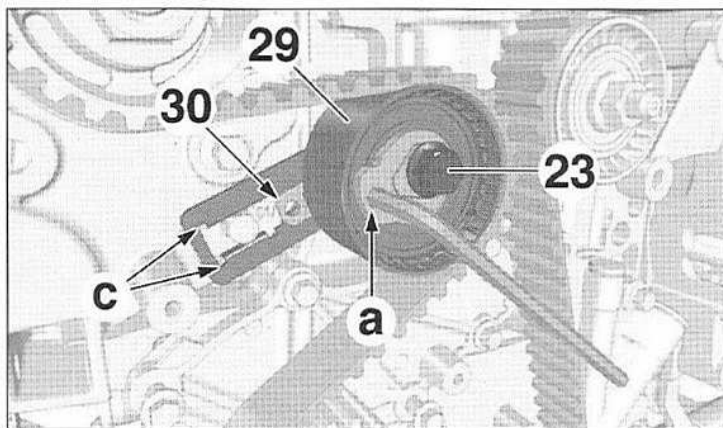

FIG.10
- A l'aide d'une clé six pans en (a), tourner le galet tendeur (29), dans le sens antihoraire, jusqu'à ce que l'index mobile (30) soit situé au centre de la fenêtre (c) (Fig.10).
- Dans cette position, serrer la vis (23).
- Vérifier que l'index mobile (30) soit toujours situé au centre de la fenêtre (c) (Fig.10).